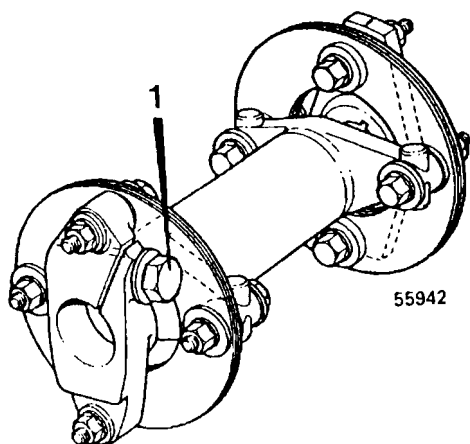

Fig. 224
- 13 Poner a cero el comprobador. Girar el eje de la bomba en el sentido de rotación hasta que el comprobador indique el valor señalado para la elevación. Apretar después el tornillo de apriete, véase fig. 224.